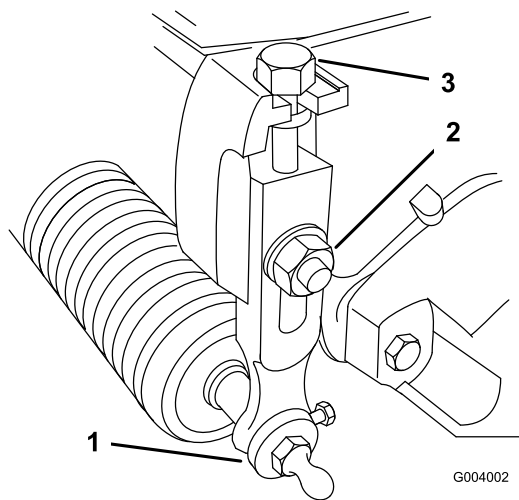

図 56
1. 刈り高アームをカッティングユニットのサイドプレートに固定しているロックナットをゆるめる (図 56)。